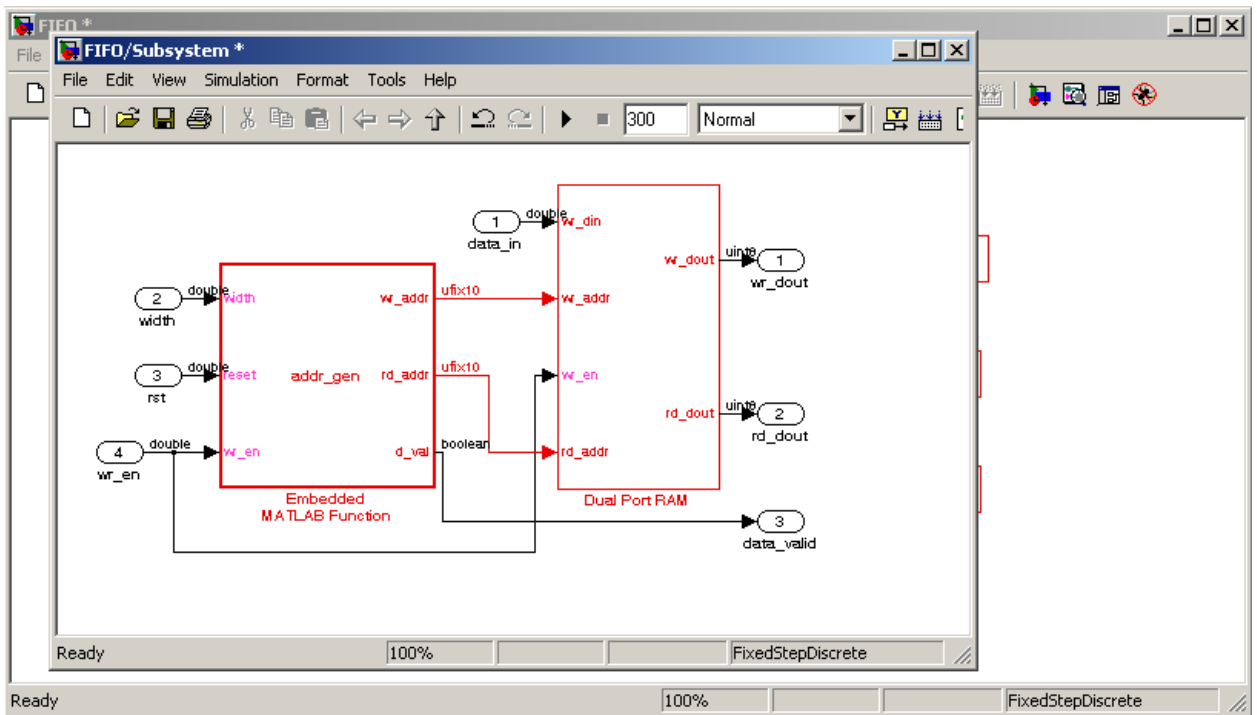

Рис. 30. Переопределите имена входных и выходных портов
14. Объедините блоки addr_gen и Dual Port RAM в подсистему. Назовите входные и выходные порты подсистемы так, как это показано на рис. 30.